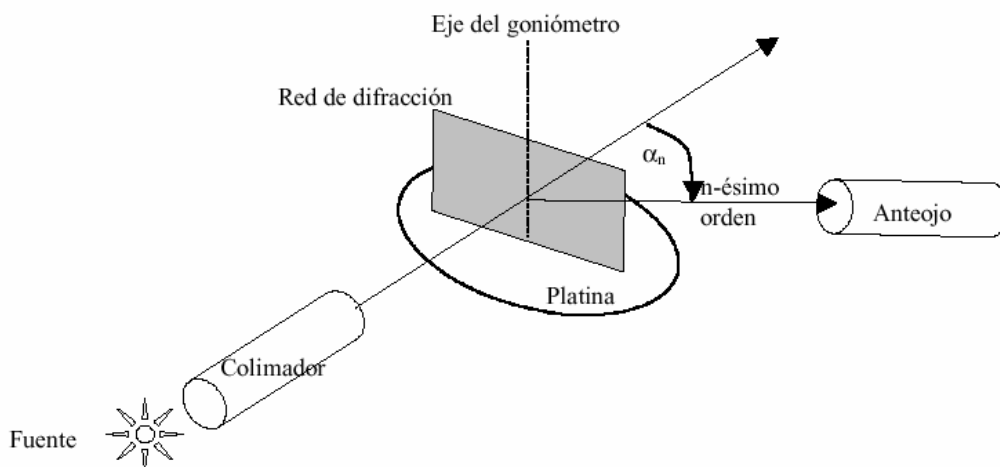

Figura 2: Esquema del dispositivo experimental para medir el espectro de una fuente luminosa con una red de difracción
- 2) Ubicación correcta de la red en el goniómetro (ver Apéndice). En la Figura 2 se muestra el dispositivo a montar. La red se coloca sobre la platina de modo que esta quede perpendicular al haz incidente y bien centrada!, es decir que el haz debe incidir con ángulo cero respecto a la normal a la red ($\theta_0 = 0$). Por qué? Si así no fuera que precaución debo tomar antes de hacer las cuentas?